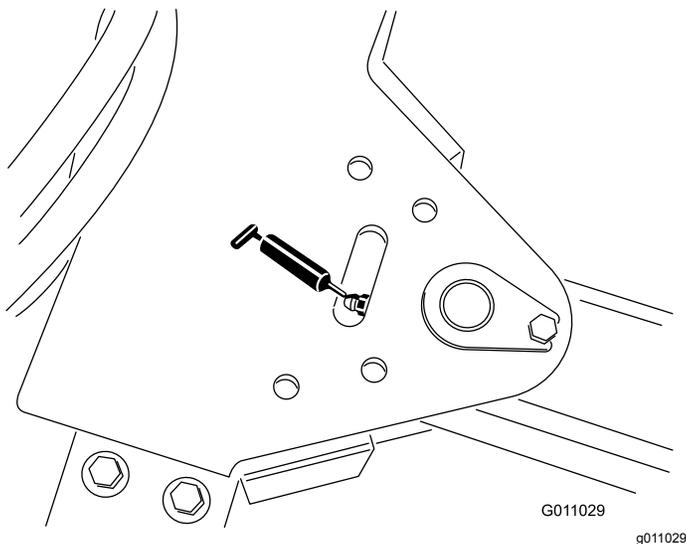

Рисунок 37
- Ось поворота буксировочной штанги (1 шт.) (Рисунок 37).